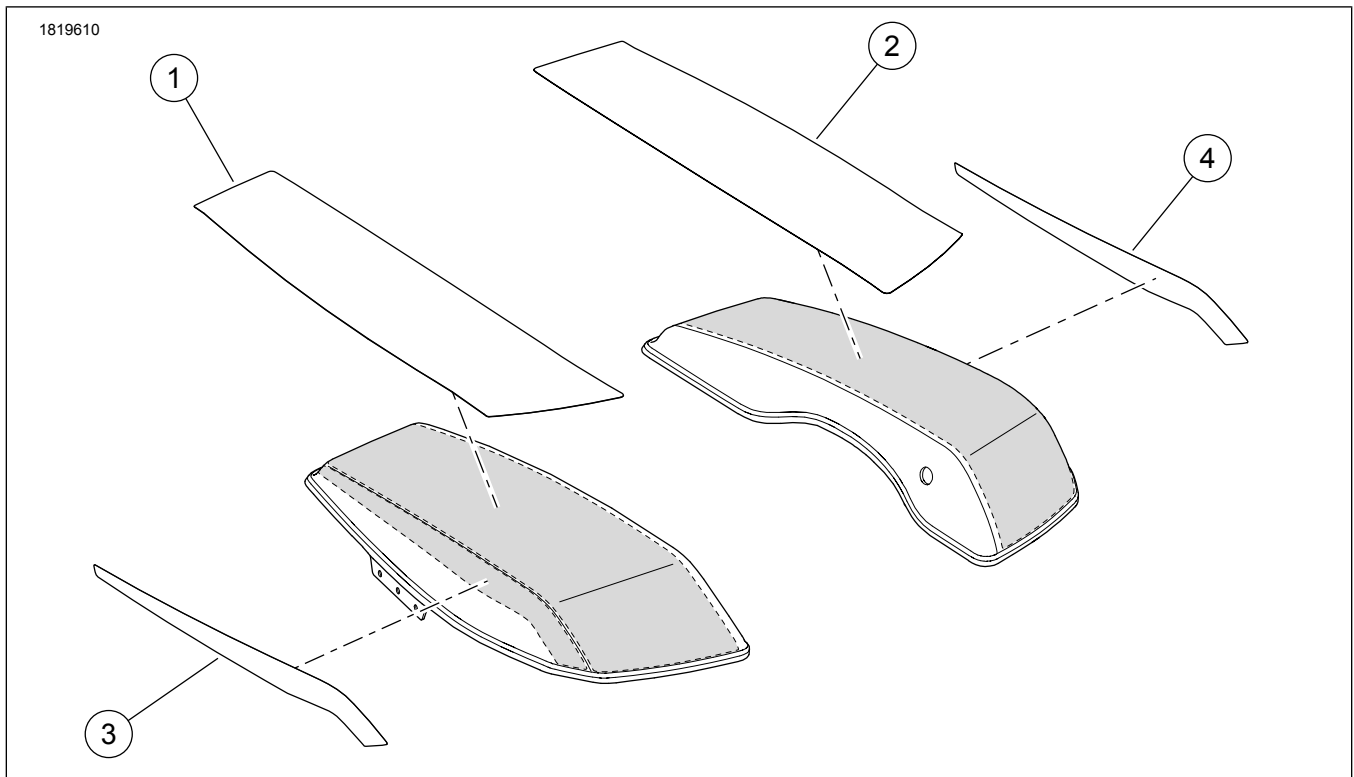

Figure 1. Contenu du kit : Protecteur de peinture transparent
- Consultez Figure 1 . Déterminer la nature de chaque partie de protecteur de peinture et l'endroit où elle doit être installée avant de poursuivre.